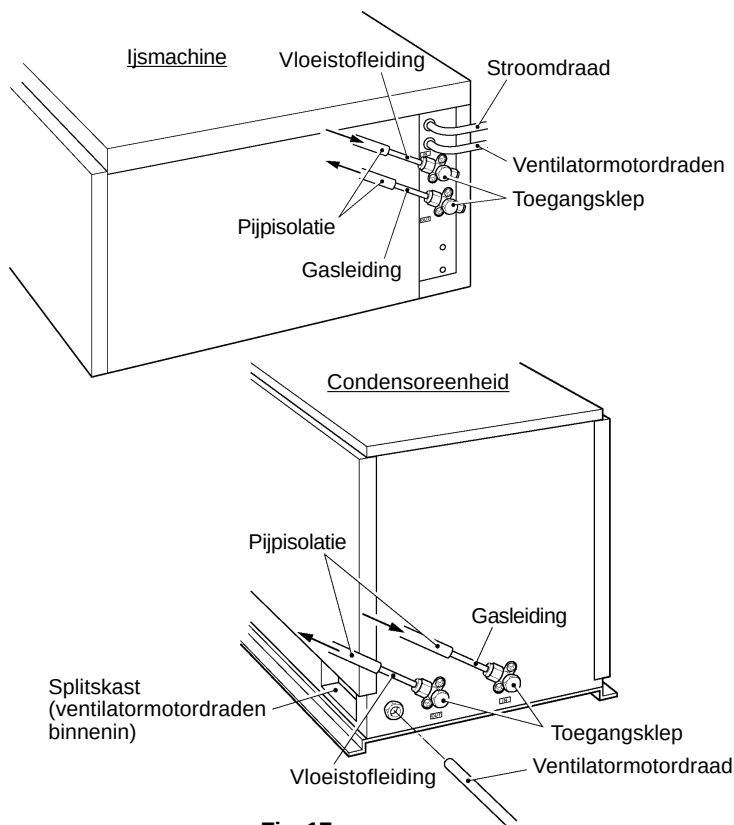

Fig. 17
2) Sluit de ventilatormotorsnoeren en de aardingskabel in de aansluitingskast aan op de geïnstalleerde draad met drie kernen met geschikte lasdoppen, zie fig. 17.